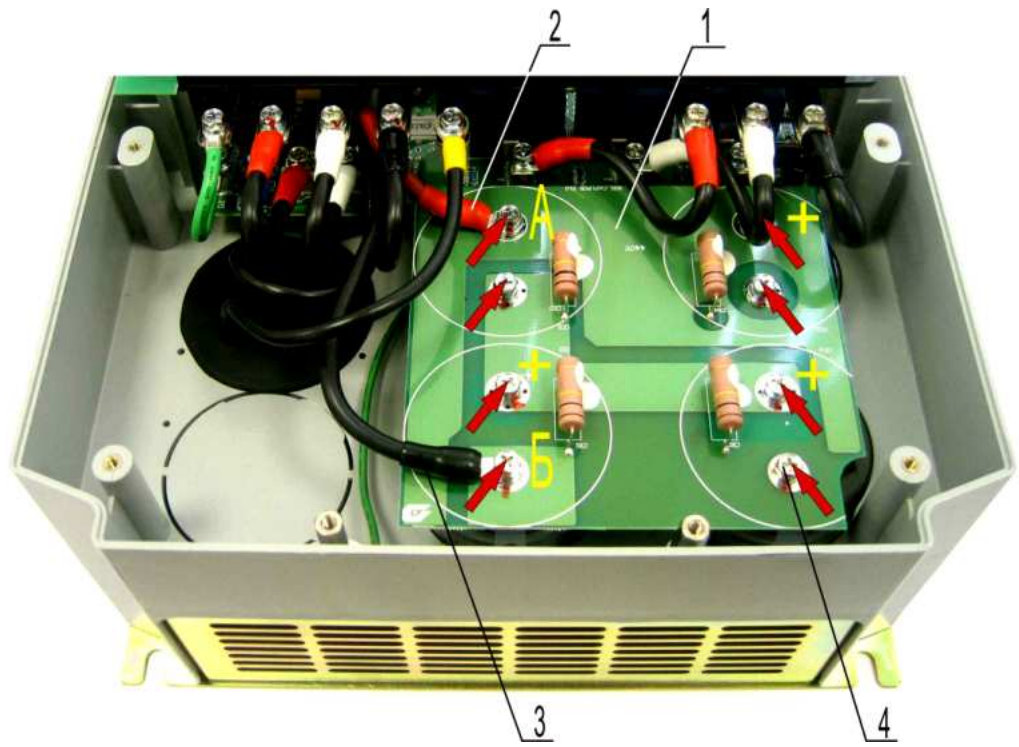

Рис. 7.6
**Примечание.** Если конструкция емкостной платы соответствует рис. 7.6, конденсаторы ориентировать, как показано на рис.7.3б.
**Примечание.** Если конструкция емкостной платы соответствует рис. 7.6, технологический процесс выполнять в соответствии с п.п. 7.3.13...7.3.15, (п.п.7.3.7...7.3.12 не выполнять!).
7.3.13. Установить плату 1 на конденсаторы, как показано на рис. 7.6. Совместить отверстия платы с выводами конденсаторов. Закрепить плату шестью винтами 4, за исключением точек А и Б (рис. 7.6).
7.3.14. Установить наконечник провода 2 над отверстием А платы (рис. 7.6). Закрепить наконечник винтом.
7.3.15. Установить наконечник провода 3 над отверстием Б платы (рис. 7.6). Закрепить наконечник винтом.